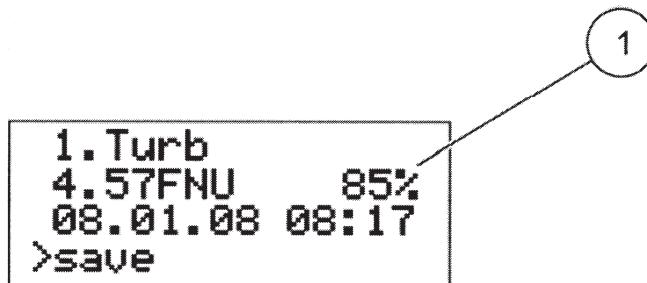

図 9 均一性(%)
100%であれば、均一な試料水であることを示します。均一性は、個別の測定値の後ろにパーセントで表示されます。(図 9①)。